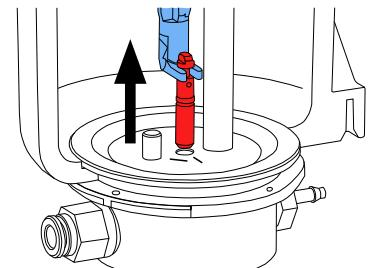

Fig. 11
- Tineti duza de dozare cu ajutorul uneltei si trageti in sus (Fig. 11).